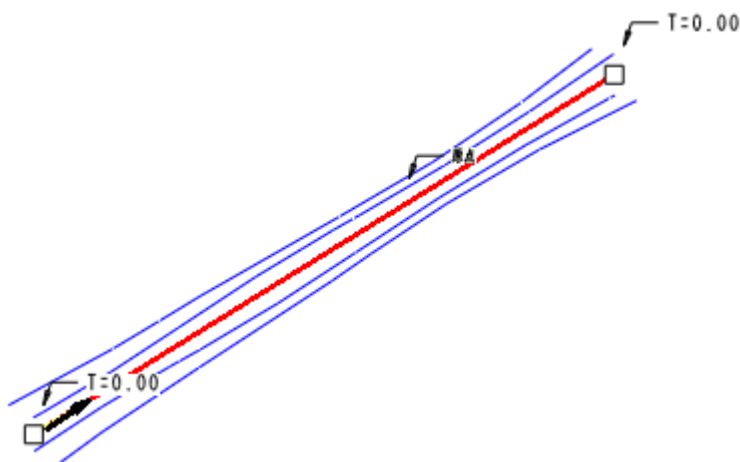

图 39-8
- (1) 单击特征工具栏中的 ，打开可变剖面扫描特征操控板。
- (2) 选择曲线中的直线段为原始轨迹，如图 39-8 所示。